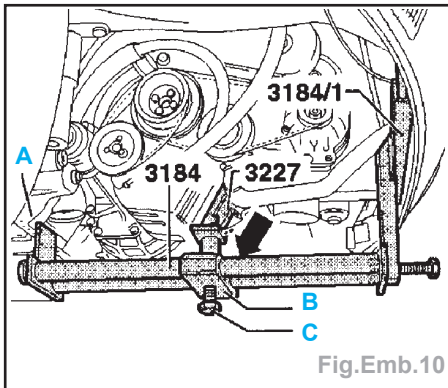

Fig.Emb.10
- Accrocher le dispositif de maintien (outil 3184) dans le support auxiliaire (outil 3184/1) et dans le berceau (A), puis visser la broche (C) dans l'aliésage du support-moteur (3227 ou 3230) (Fig.Emb.10).